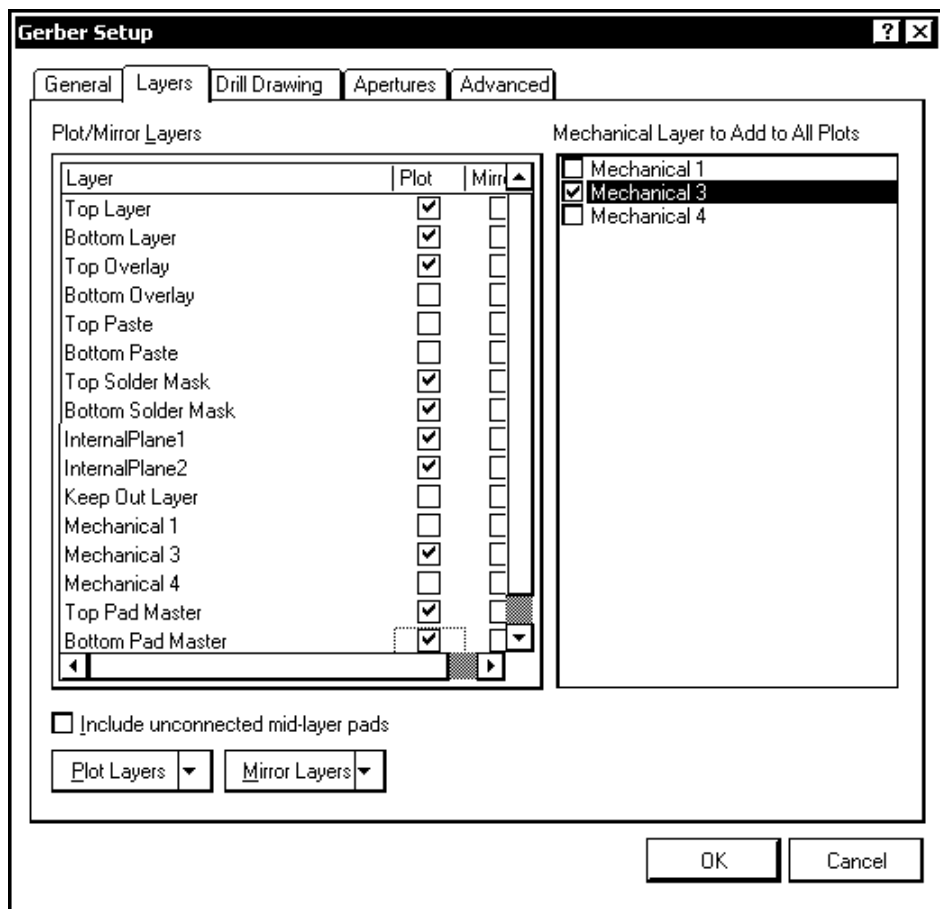

Рис. 13.11. Настройка параметров экспорта в формат фотоплоттера Gerber: панель выбора слоев для фотошаблона
3. На вкладке **Layers** (Слои), устанавливая флажки, составить список слоев, для которых необходимо выполнить послойные фотошаблоны (рис. 13.11). В колонке **Mirror** можно указать слои, для которых нужны зеркально отображенные фотошаблоны.